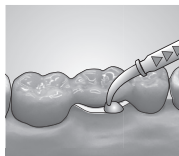

Fig. 5
**Técnica de doble mezcla:** Aplique **Detaseal® antilock** antes de la impresión en las zonas de retención (Fig. 5) y deje fraguar. Compruebe los errores antes de continuar con el siguiente paso. Limpie, seque y proceda con la impresión de doble mezcla de la forma habitual.
**Técnica de corrección:** Aquí puede utilizarse **Detaseal® antilock** para la preimpresión. Para ello, aplique el material en las zonas irregulares (Fig. 5) y deje fraguar. Antes de la impresión de corrección, compruebe si es posible reponer la impresión sin problemas. En caso necesario, retire las posiciones. Limpie y seque y, a continuación, tome la preimpresión con masilla. Evite el almacenamiento excesivo de material en las siguientes impresiones de corrección.